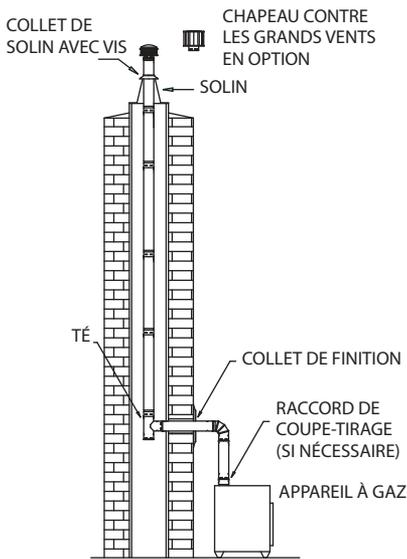

Figure 30
1. Description. Une cheminée de maçonnerie doit être rechemisée à l'aide d'un événement de type B pour l'évacuation d'un appareil à gaz de catégorie I, tel qu'un foyer encastrable à gaz ou une cuisinière à gaz autonome, ou pour améliorer l'évacuation et réduire la condensation des appareils à gaz existants qui sont actuellement évacués dans la cheminée de maçonnerie. Ces instructions englobent deux configurations générales : (1) Un foyer à gaz situé à l'intérieur d'un foyer de maçonnerie existant (**Figure 24**) ou (2), un appareil à gaz autonome dont l'évacuation se fait dans une cheminée de maçonnerie existante. (**Figure 30**)
(a). Emplacement de l'appareil. Placez l'appareil à l'endroit désiré et marquez le centre du trou où la section latérale du conduit doit traverser la cheminée de maçonnerie. Assurez-vous que les exigences du fabricant ont été respectées, notamment en ce qui concerne les distances par rapport aux surfaces combustibles. Se reporter à la **Figure 30**.
(c). Té. Un té est installé à l'extrémité inférieure des sections de conduit verticales assemblées, comme le montre la **Figure 30**. Le té est doté d'un
horizontale au niveau de la face verticale de la maçonnerie, pour référencer la position verticale. Glissez un collet de conduit sur la section de conduit horizontale et installez les autres raccords comme indiqué à la figure 30. Un minimum de 12 po d'élevation du raccord est requis.